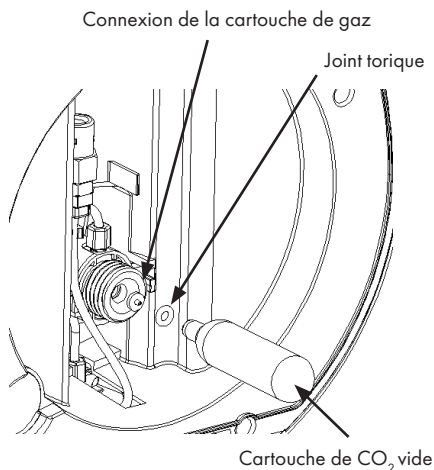

Figure 25
2. Installez une nouvelle pointe perforante dans le régulateur (extrémité pointue tournée vers l'extérieur) et installez le joint torique (voir la figure 25). Ne retirez aucun autre composant du régulateur pendant le remplacement.